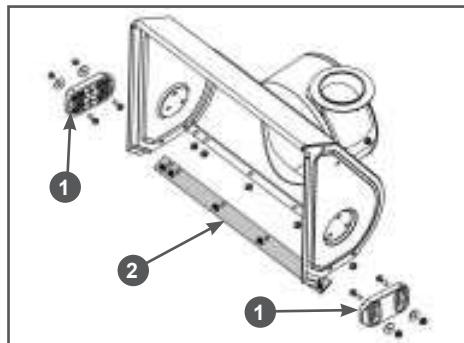

Рис. 36 Обслуживание кожуха шнеков
1. Открутите гайки крепления полозков 1 (Рис. 36) и снимите полозки с кожуха шнеков.
2. Установите новые полозки и закрепите их четырьмя болтами и гайками (Рис. 36). Перед окончательной затяжкой гаек отрегулируйте высоту загоры снега.
Для наглядности на Рис. 36 кожух шнеков показан без шнеков, редуктора и валов.
1. Открутите гайки крепления и снимите нижнюю накладку 2 с кожуха шнеков (Рис. 36).
2. Установите новую нижнюю накладку и закрепите ее болтами и гайками (Рис. 36).